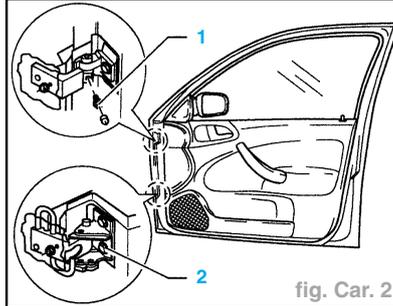

fig. Car. 2
- Extraire la vis sans fin (1) de la charnière du haut (fig. Car. 2).
- Sortir la vis Torx (2) en bas (p. ex. avec V.A.G. 320/3 avec Torxbit T45).